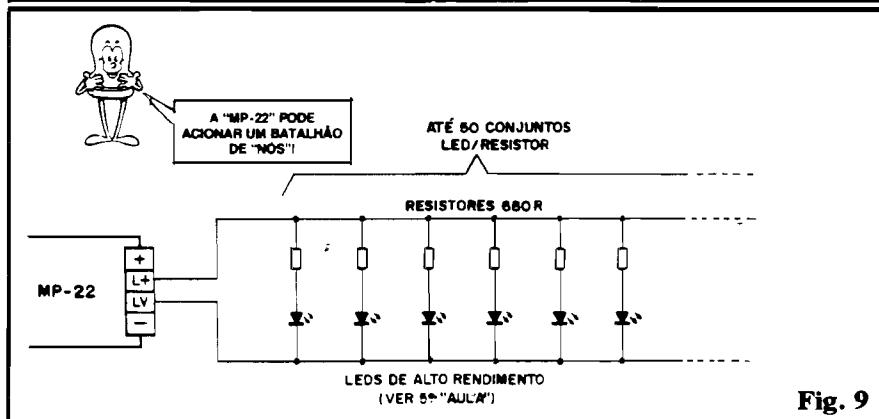

Fig. 9
- FIG. 9 - Para quem gosta de reais "exageros", existe uma possibilidade de controle, usando-se LEDs no lugar das lâmpadas... Embora um pouquinho mais complicada (mas ainda assim sem apresentar grandes problemas...), esse tipo de instalação traz, como "bônus", a imensa QUANTIDADE de pontos luminosos rítmicos (dá para deixar acanhada qualquer Árvore